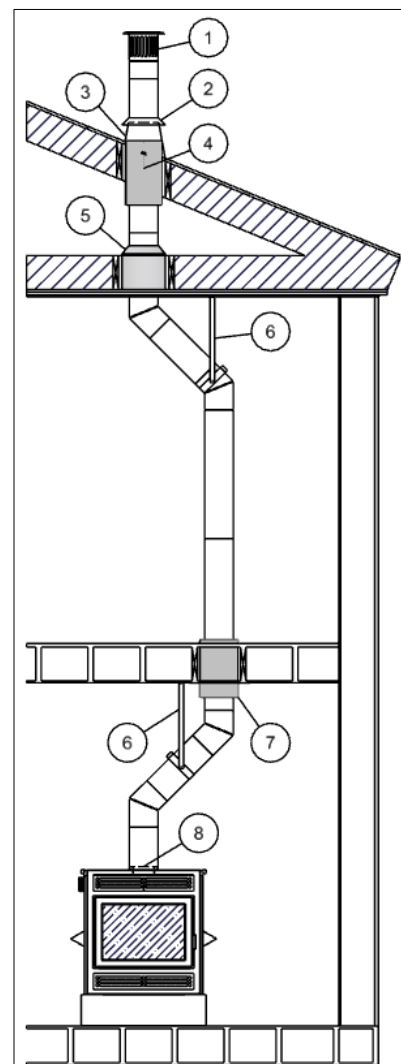

Figure 3-5 : Installation de Déviation
3. Installer le Coupe-Feu Radiant de Toit SUPRÊME 6 pouces fourni dans l'ouverture du toit si l'appareil est raccordé à un conduit de cheminée de 6 po (Figure 2-10 et Élément 4 de la Figure 3-5). Ajuster le coupe-feu radiant afin qu'il dépasse d'environ 1 po au-dessus de la surface du toit. Le Coupe-Feu Radiant de Toit SUPRÊME 6 pouces peut être découpé afin de permettre une installation adéquate du solin de toit ventilé. S'assurer que le coupe-feu approprié soit installé pour les plafonds et les murs.
Une installation avec déviation (Figure 3-5) consiste à utiliser des coudes pour contourner des obstacles inévitables ou pour prolonger la cheminée à l'extérieur. La liste suivante présente quelques règles générales à respecter lors de l'installation de déviations :